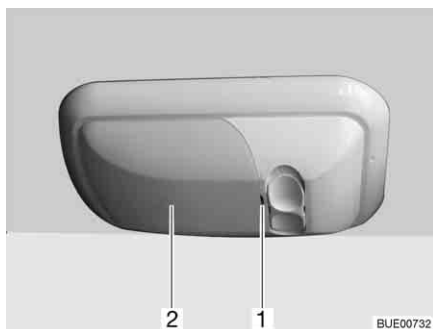

Fig. 232 Lampada del garage
- Sollevare e rimuovere con precauzione la copertura (Fig. 232,2) con l'ausilio di un utensile appropriato (p. es. un cacciavite) agendo sull'intaglio (Fig. 232,1).